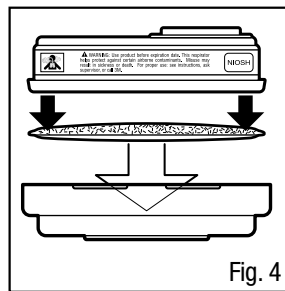

Fig. 4
2. Pressione o cartucho para dentro do retentor do filtro. Ele deverá prender-se com segurança ao retentor do filtro. Quando corretamente instalado, o filtro deverá cobrir completamente a parte frontal do cartucho (Fig. 4).